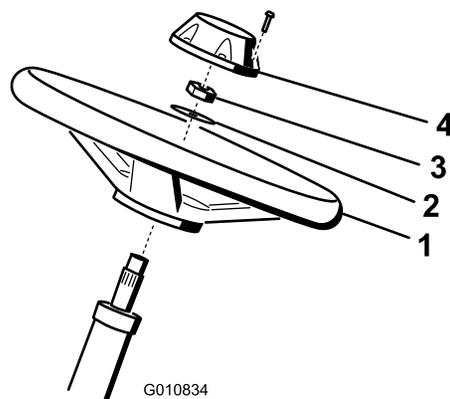

Figura 4
1. Collocate il volante sul piantone (Figura 4).
2. Collocate la rondella sul piantone (Figura 4).
3. Fissate il volante sul piantone per mezzo di un controdado serrato a 27-35 Nm (Figura 4).
4. Montate il coprismozzo sul volante e fissatelo con l'aiuto di una vite (Figura 4).